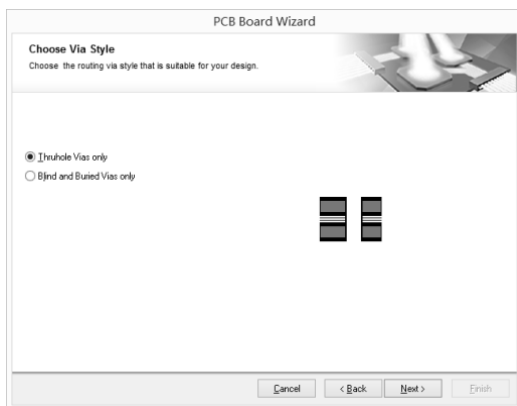

图 3.2.14 PCB 过孔类型设置
(6)单击“Next”按钮,进入下一个窗口,设置所使用的过孔类型,这里有两类过孔可供选择,一类是 Thruhole Vias only(穿透式过孔,即通孔),另一类是 Blind and Buried Vias only(盲过孔和埋过孔),本例中使用通孔,如图 3.2.14 所示。